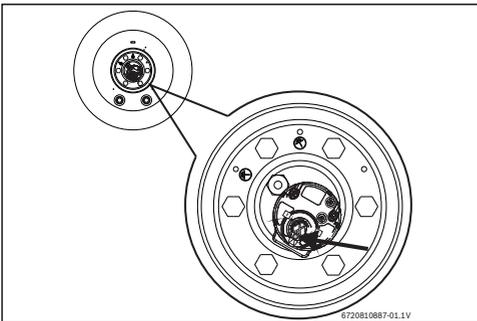

Fig. 16 Botón contra perturbaciones (Tronic 1000T/2000T)
- ▶ Pulsar completamente el botón contra perturbaciones (fig. 16).